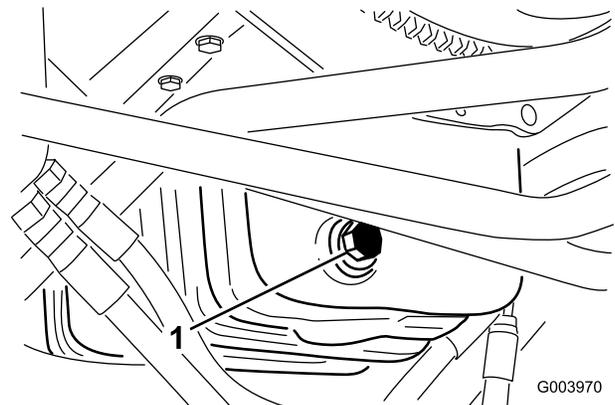

Bild 63
1. Entfernen Sie die Ablassschraube (Bild 63) und lassen Sie das Öl in die Auffangwanne ab.